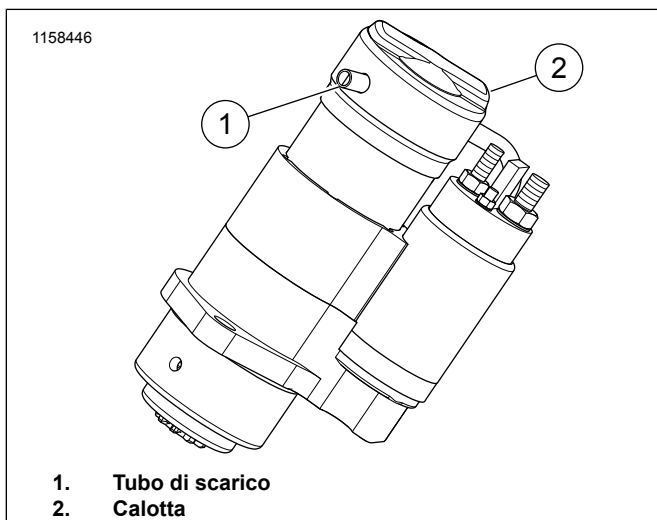

Figura 8. Installazione del tubo di scarico
23. Figura 8 Tirare la calotta (2) sopra il tubo di scarico (1).